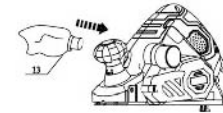

Imagen 3
- Ponga en línea la bolsa colectora de polvo (13) con la salida de extracción del polvo en cada lado de la herramienta e insértela hasta el tope (Fig. 3).
- Tire del conector girándolo para sacarlo y retirar la bolsa colectora de polvo (13).